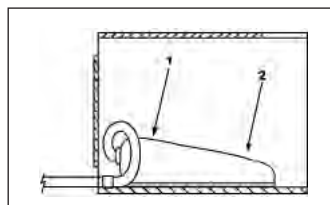

Abb.9
**5.4 Ventile mit Fußschalter (siehe Abb. 9)**